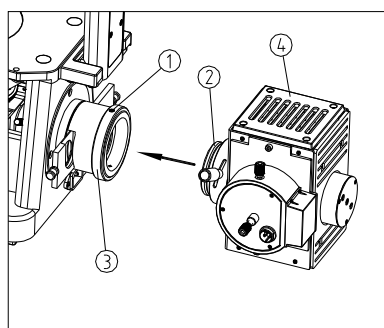

图 9
- (1) 用 M4 的内六角扳手将紧固螺钉①旋松。(如图 9)
- (2) 将汞灯灯源组②轻轻推入荧光装置连接体③中，并且推到底，然后旋转灯源组，使之上平面④处于水平位置，再用 M4 的内六角扳手拧紧紧固螺钉①。